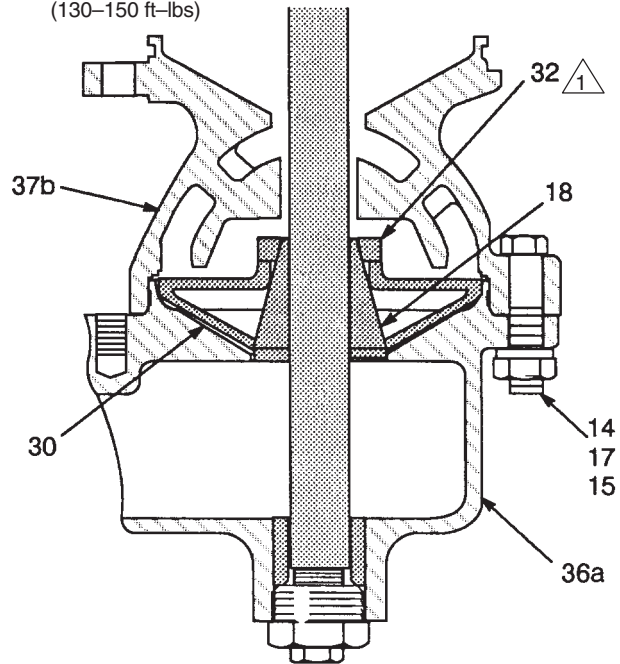
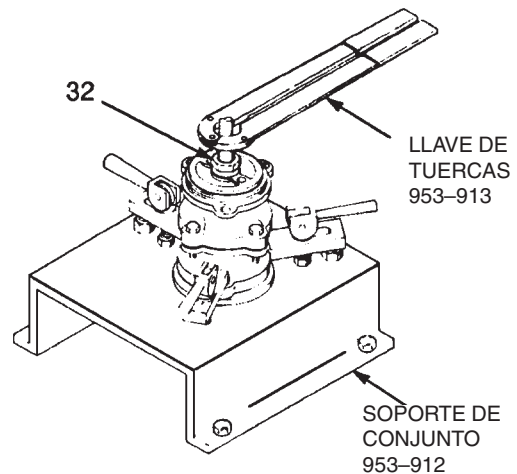

Fig. 13
Fig. 14
10. Ensamblar el primer rotor (30), el collarín (18) y la tuerca del rotor (32) en el eje (33). Ver Fig. 13. Presionar sobre el rotor y sujetarlo con la llave de tuercas 953-913, mientras se aprieta la tuerca del rotor a un par de 175-205 N.m. (130-150 ft-lbs). Remitirse a la Fig. 14.
11. Instalar la primera campana del rotor (37) y fijarla a la campana de entrada (36a) con los tornillos (14), las arandelas de bloqueo (17) y las tuercas (15). Ver Fig. 13.
12. Extraer el conjunto del tornillo de banco y montarlo en el soporte de conjunto 953-912. Ver Fig. 14.